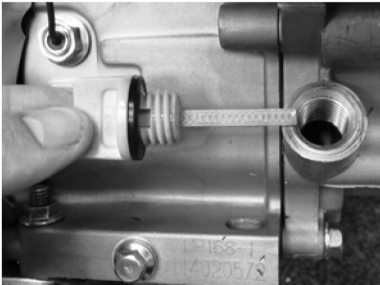

Рис. 15
2. Выкрутите пробку маслозаливной горловины (Рис. 15)
1. Выкрутите пробку маслозаливной горловины (Рис. 15)